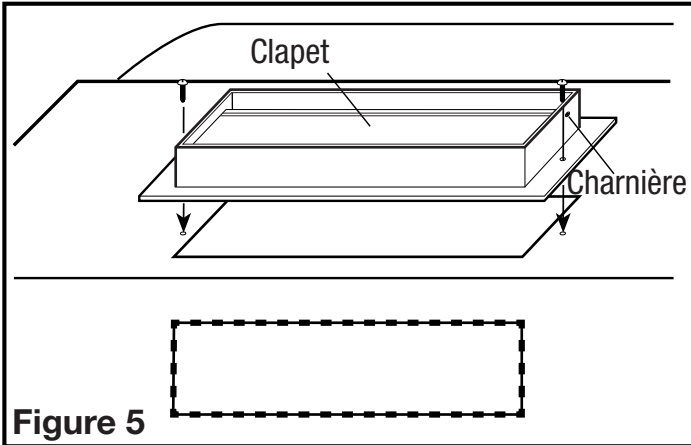

Figure 5
3. Pour les conduits verticaux ou horizontaux, installez le registre de hotte approprié en plaçant l'assemblage sur l'ouverture. Fixez en place avec les vis fournies (Figure 5). Si vous utilisez le registre de 3-1/4 po x 10 po, assurez-vous que la charnière du registre se trouve vers l'avant ou sur le dessus de la hotte pour assurer la meilleure performance possible.